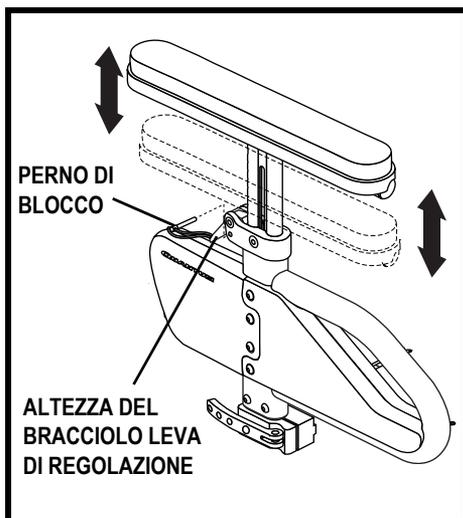

Figura 9. Regolazione dell'altezza della parte superiore del bracciolo
1. Se disponibile, estrarre il perno di blocco opzionale. **Vedere figura 9.**